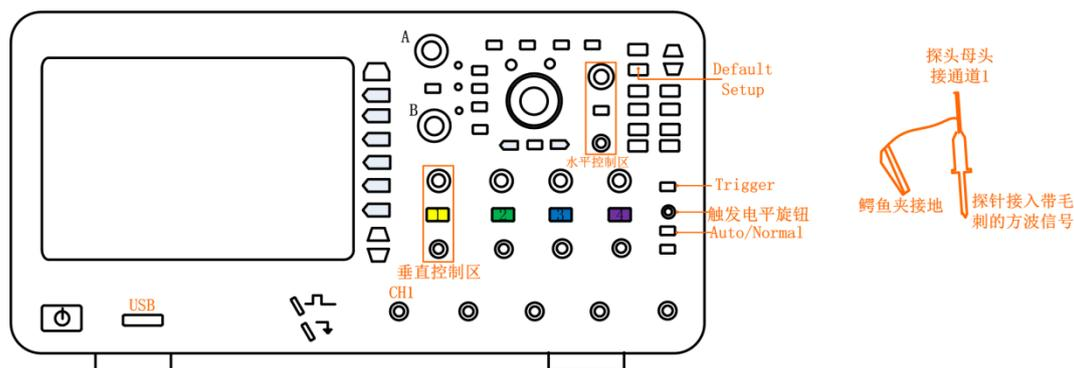

图 13.6 接入毛刺信号
- 1、通道 1 接入一个脉宽异常信号，点击【Auto Setup】一键捕获让波形以较好的效果显示在屏幕中，如图 13.6 所示；